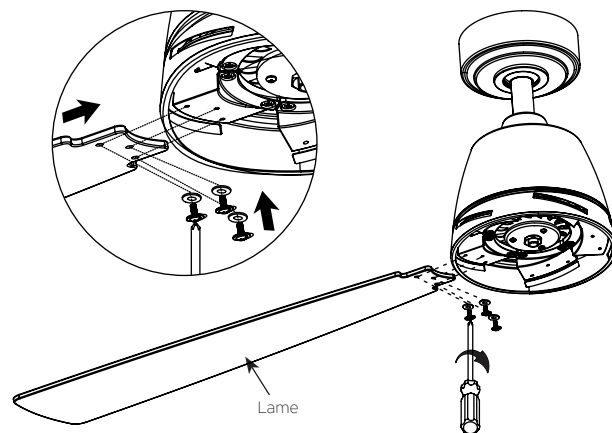

Fig. 18
Étape 1: Insérer la pale à travers la fente sur le boîtier du moteur comme indiqué. Fixer avec les vis et les rondelles fournies. Veuillez répéter cette procédures pour les autres pales (Fig 18).